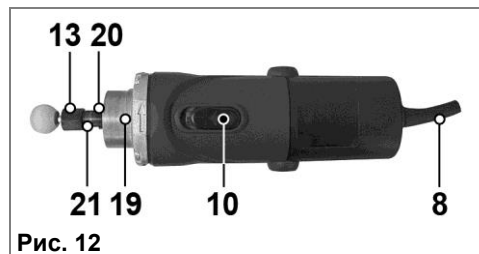

Рис. 12
7.8. Использование фрезера в качестве прямой шлифовальной машины (Рис. 12).